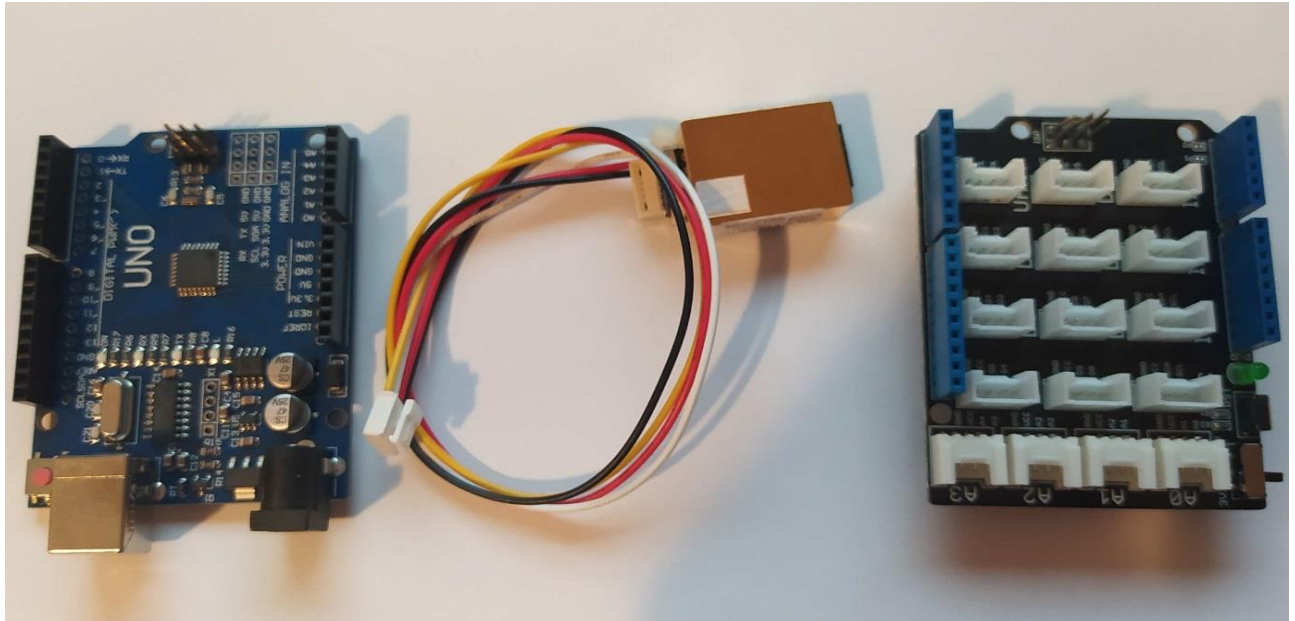

Abbildung 5 Arduino-UNO (links), CO2-Sensor mit I2C-Kabel (mittig), Arduino-Shield (rechts)
Zur Messung des Kohlenstoffdioxidgehaltes im Glas wird nun der Arduino Mikrocontroller für die Verwendung vorbereitet. Dazu werden der CO2-Sensor MH-Z19b, der Arduino-Uno und das Arduino Base Shield V2 aus der Verpackung genommen (vgl. Abb. 5).
- Zunächst stecken wir das Base-Shield V2 (vgl. Abb. 5) auf den Arduino Mikrocontroller. Es passt nur auf eine Weise darauf.